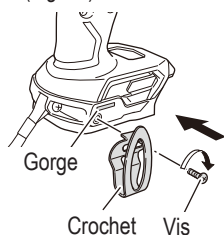

Fig. 14
- (2) Remplacer le crochet et serrer les vis. Installez le crochet à fond dans la gorge de l'outil électrique et serrez les vis pour le maintenir fermement. (Fig. 14)